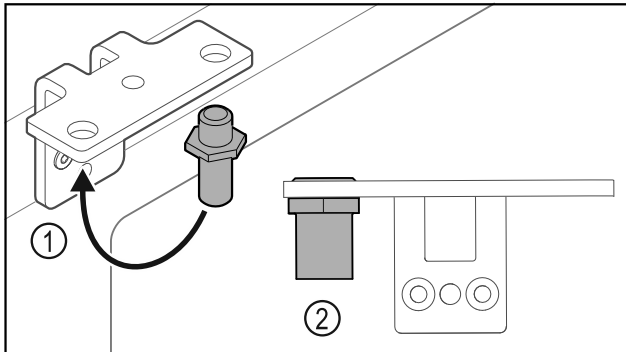

Fig. 34
- ▶ 调换合页角铁中的螺栓 Fig. 34 (1)。
- ▶ 用 12 Nm 的扭矩拧紧螺栓 Fig. 34 (2)。